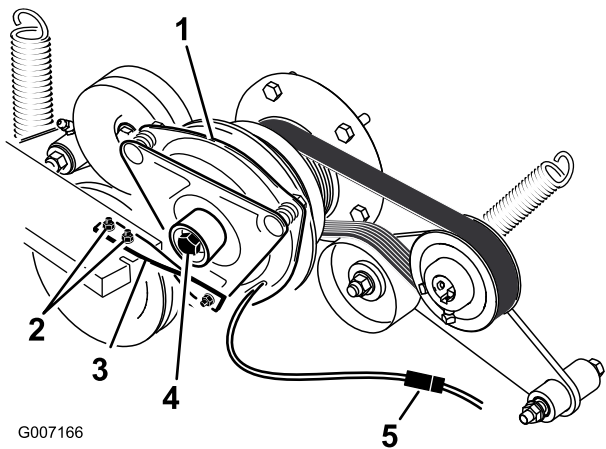

Figure 59
6. Débranchez la connexion électrique de l'embrayage (Figure 59).
7. Enlevez les deux boulons qui fixent la barrette d'embrayage en caoutchouc au châssis du tablier de coupe (Figure 59).
8. Déposez le boulon central de fixation de l'embrayage à l'arbre du moteur, et déposez l'embrayage et la clavette (Figure 59).
15. Tout en maintenant le vilebrequin à l'arrière de la machine, posez le boulon central et serrez-le à 68 N·m (50 pi-lb) (Figure 59).
16. Fixez la barrette caoutchouc de l'embrayage sur le châssis du tablier de coupe au moyen des deux boulons et écrous retirés précédemment (Figure 59).
18. Branchez la connexion électrique de l'embrayage (Figure 59).